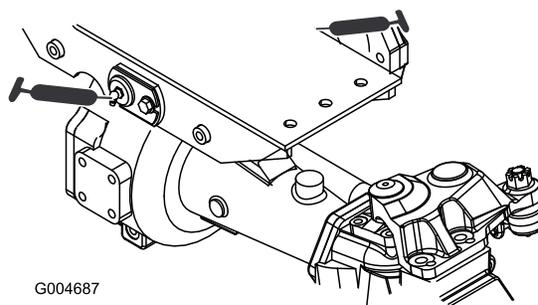

Рисунок 59
- Втулки шарниров переднего и заднего моста (2 шт.) (Рисунок 59)